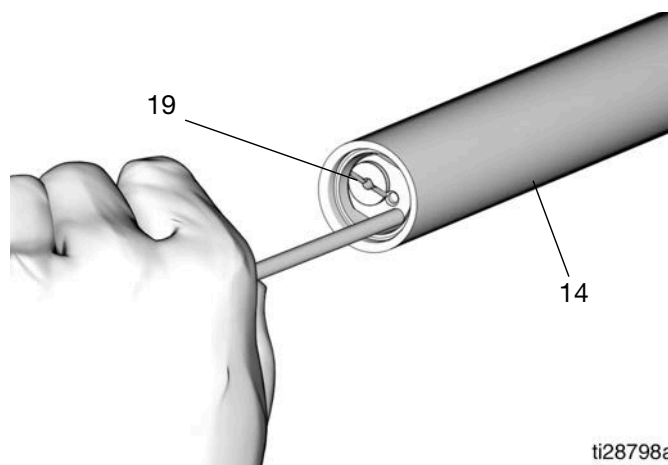

ABB. 28
3. Mit einer glatten, langen Messing- oder Aluminiumstange ohne scharfe Kanten und Grate die Rückschlagventilbaugruppe (19) an ihren Platz in das Auslassrohr (14) drücken (ABB. 28).